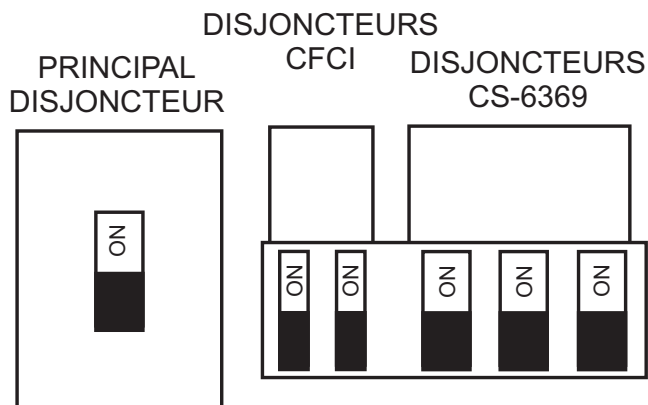

Figure 37. Disjoncteur Principal, Auxiliaire et GFCI
10. Placez le disjoncteur *principal*, *GFCI* et *auxiliaire* en position **ON** (Figure 37).